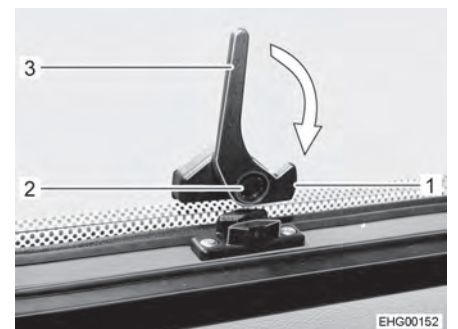

Bild 41 Verriegelungshebel, unten (Stellung "geöffnet")
- Sicherungsknopf (Bild 41,2) am unteren Verriegelungshebel (Bild 41,3) drücken und gedrückt halten.
- Unteren Verriegelungshebel (Bild 41,3) eine viertel Umdrehung zum Fensterrahmen hin drehen, bis die Verriegelungsnase (Bild 41,1) einrastet.